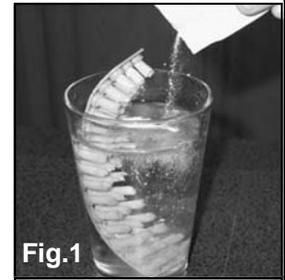

Fig.1
1. Plongez la brosse dans la solution de nettoyage comme illustré dans la Figure 1.